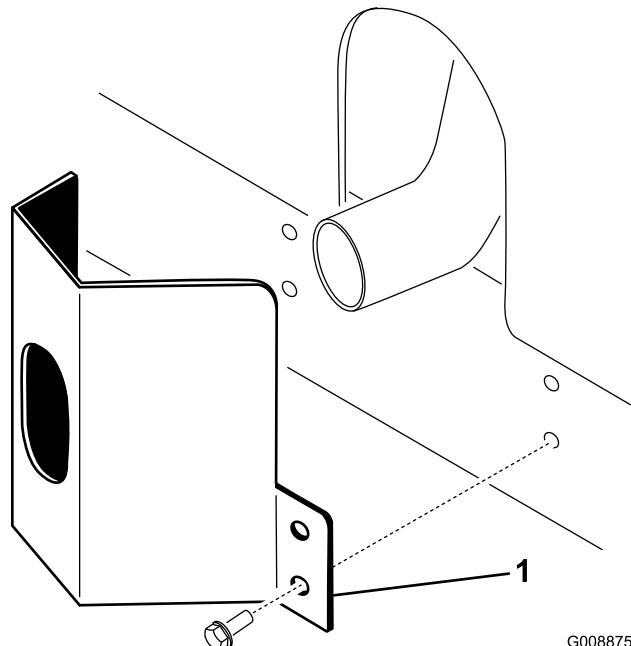

Figura 8
1. Coloque a cobertura do escape à volta da panela do escape, enquanto estiver a alinhar os orifícios de montagem com os orifícios no chassis (Figura 8).
2. Prenda a cobertura do escape ao chassis utilizando 4 parafusos autoroscantes (Figura 8).